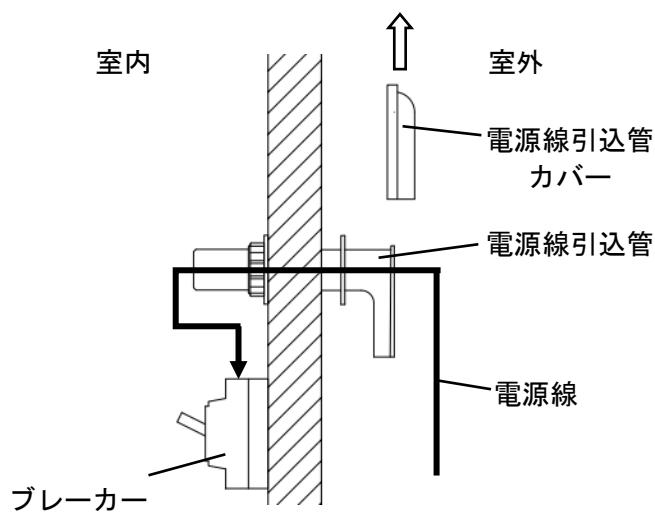

図 3.入線方法
- (1) 室外より電源線引込管カバーを上部へスライドさせ、カバーを取り外してください。(図 3 参照)
- (2) 電源線(VVF1.6-2C)を電源線引込管に通して、室内に引き込んでください。(図 3,4 参照)
- (3) 電源線をブレーカーに接続してください。
- (4) 電源線の接続が終わりましたら動作確認をしてください。
- (5) 電源線引込管カバーを取り付けてください。